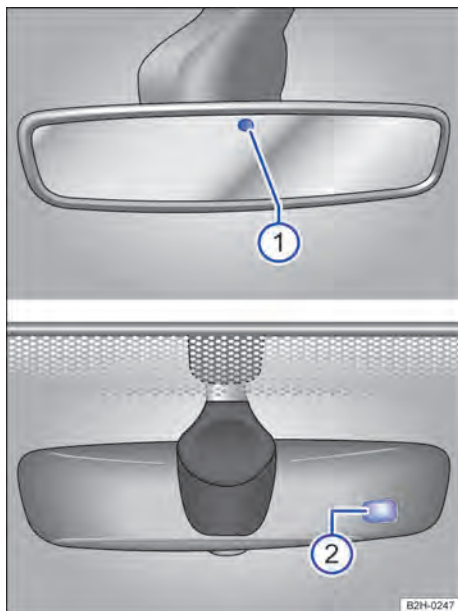

Fig. 89 Espelho retrovisor interno com antiofusco automático.
- Para evitar o ofuscamento, puxar a alavanca para trás → Fig. 89.
Legenda para Fig. 89: